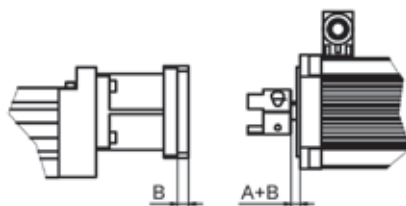

Bild 3.14 ____ Montagemaße
1. Kupplungsnabe ② auf die Motor- bzw. Getriebewelle stecken. Dabei das Maß A (Bild 3.14) aus Tabelle 6.24 in Kapitel 6.2.4.2 und Maß B bei Verwendung eines optionalen Zwischenflansches ⑤ berücksichtigen.
2. Spannschraube ③ mit dem erforderlichem Anzugsmoment entsprechend Kapitel 3.5 Tabelle 3.3 anziehen.
3. Elastomer-Zahnkranz ④ einsetzen. Bei Motoren mit Passfeder wird bei Wellendurchmesser 19 und 24 mm der Elastomer-Zahnkranz durchbohrt und eine kürzere Passfeder zum Austausch mitgeliefert.
4. Motor mit der Kupplungsnabe ② in die Kupplungsnabe der Linearachse einstecken und mit der Kupplungsglocke ① verschrauben.